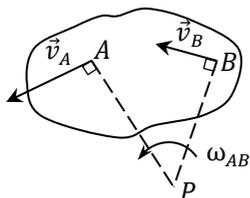

Рис. 18\*
1. Если известны направления скоростей двух точек плоской фигуры, то МЦС находится на пересечении перпендикуляров к скоростям этих точек (рис. 18\*).